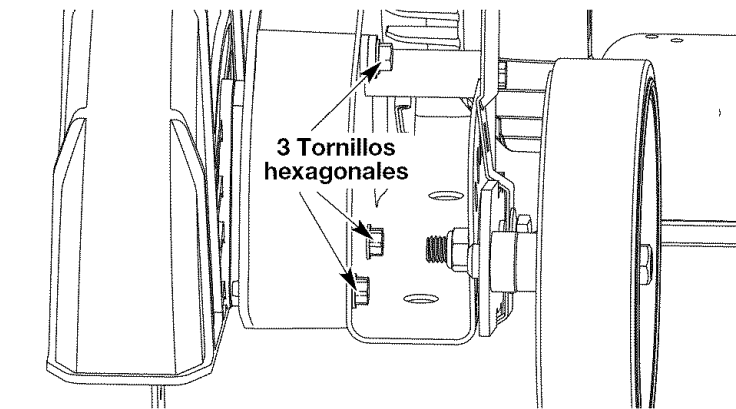

Fig. 38
5. Utilizando una llave de 3/8", quite los tres tornillos hexagonales que sostienen el conjunto de cuchilla con la caja de la correa (Fig. 38).
18. Mientras sostiene el conjunto de cuchilla en su sitio, coloque con la mano los tornillos hexagonales que sostienen el conjunto de cuchilla en su lugar (Fig. 38).